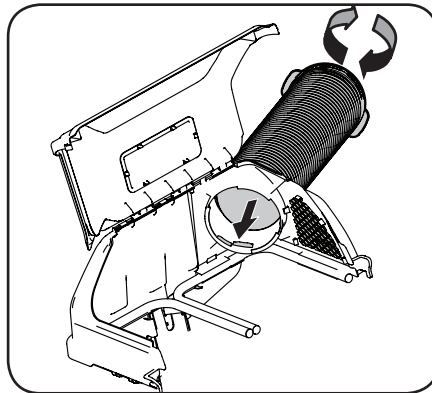

Figure 4-15
1. Installez la partie supérieure du boyau de la goulotte dans le support de la goulotte supérieure. Il y a deux encoches à l'intérieur de la partie inférieure du support de la goulotte supérieure qui servent à fixer le boyau de la goulotte. Voir Figure 4-15.